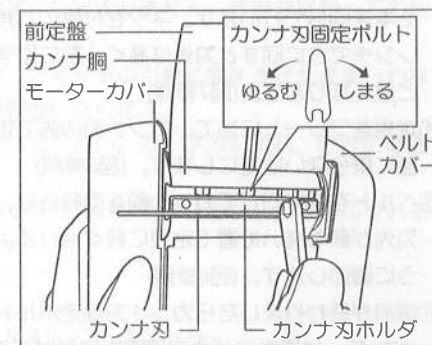
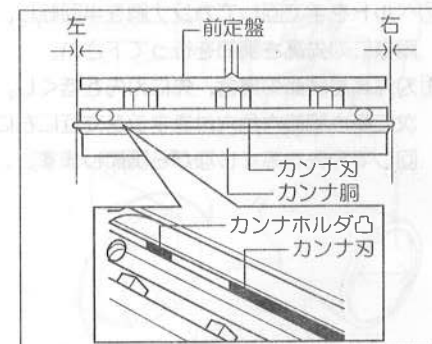

図4
図5
- ①安定した台の上に、本機を逆さにして置きしっかり持ってください。
- ②カンナ刃固定ボルト(3本)を、付属のスパナでゆるめてください。(図4参照)
- ③カンナ刃を、右ベルトカバー側の端からスパナなどで左モーターカバー側に押し出して抜き取って下さい。(図4参照)
- ④カンナ刃抜き取りでは、カンナ刃ホルダを抜き出さないようにして下さい。
- ④交換したカンナ刃を、カンナ刃ホルダ中央になるように差込んで下さい。
- ⑤差込みがきついときは、⊖ドライバーなどでカンナ刃ホルダを少し開いて下さい。
- ⑥カンナ刃凹とカンナ刃ホルダ凸3ヶ所を合わせるようにして、カンナ刃を差込んで下さい。(図5参照)
- ⑦カンナ刃とカンナ刃ホルダはカンナ胴に対して、左右均一に固定して下さい。いずれかに片寄りし過ぎると、本体に接触する事があります。(図5参照)
- ①安定した台の上に、本機を逆さにして置きしっかり持って下さい。
- ⑥調節が終わりましたらカンナ刃固定ボルト(3本)を、付属のスパナで確実に締付けて下さい。(図4参照)
- ⑦ベルトを手で回してカンナ胴を半回転し、同様に刃先高さ調節を行って下さい。